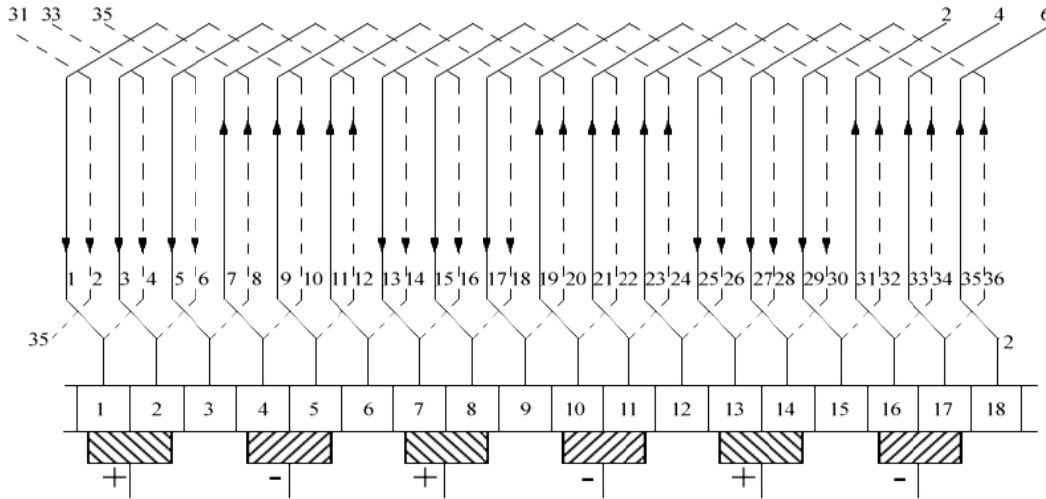

Figure 20. Schéma de bobinage des deux enroulements avec balais.
- Les faisceaux (1 et 4) connectés à la lame (1) sont traversés par des courants de même sens (descendants). Les faisceaux (3 et 6) connectés à la lame (2) sont aussi traversés par des courants descendant. Donc, on place un charbon positif couvrant les deux lames (1 et 2).
- De manière similaire, on place les autres charbons, selon la direction des courants. (figure 20)